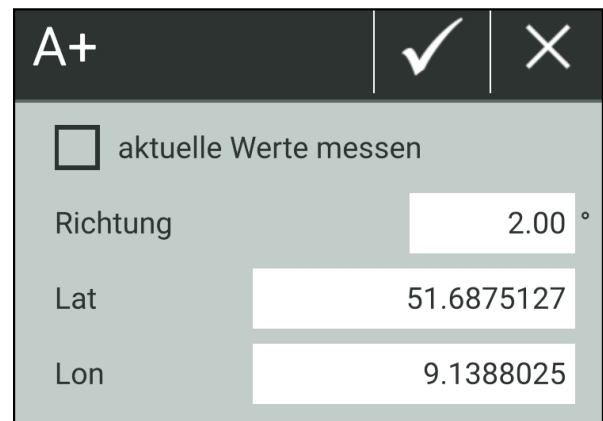

Abb. 112: Koordinaten (bzw. Richtung) für A⁺-Punkt bearbeiten
- A⁺-Punkt: Koordinaten des A⁺-Punkts und Richtung der Spur ändern (siehe Abb. 112).